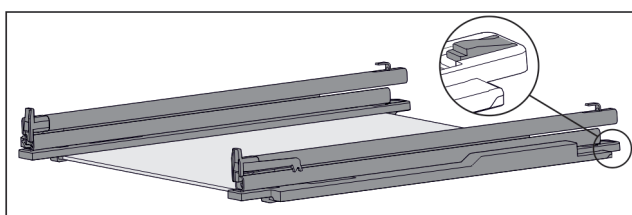

Fig. 52 Стеклопластина с направляющими и крепежными элементами
- ▶ Крепежный элемент сзади прижмите вниз (см. Fig. 52) и одновременно отодвиньте направляющую назад.